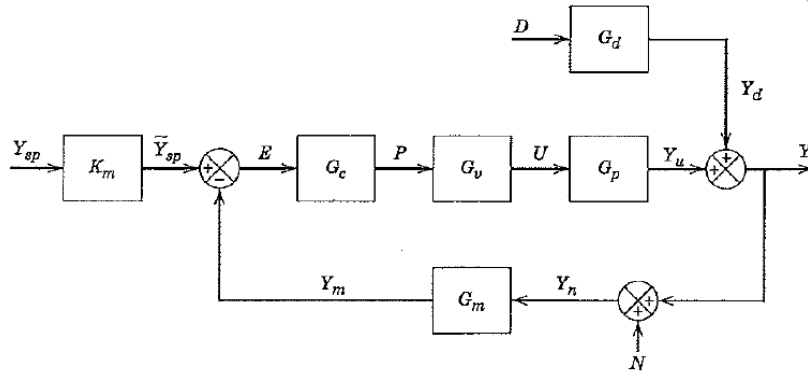

Figura 3: Diagrama de blocos.
9. Considere o sistema de controle em realimentação da Figura 3 e as seguintes funções de transferência: